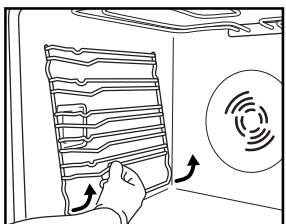

Fig. 4
1. Rimuovere le griglie laterali per il supporto degli accessori (Fig. 4).
2. Rimuovere le griglie laterali per il supporto degli accessori, se in dotazione (Fig. 4).